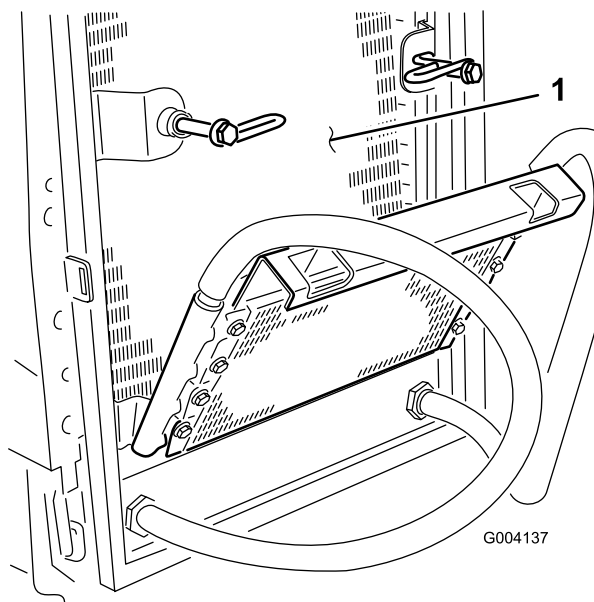

図 52
6. オイルクーラとラジエターの裏表を 図 52 圧縮空気ですていねいに清掃する。